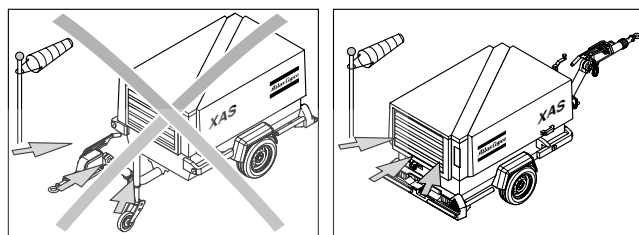

Fig. 3.4 Parte posterior del compresor contra el viento
Aplique el freno de estacionamiento tirando de la palanca del freno de estacionamiento (3) hacia arriba. Coloque el compresor lo más nivelado que sea posible: sin embargo, puede utilizarse temporalmente en una posición desnivelada que no supere los 15°. Si el compresor está aparcado sobre un terreno en pendiente, inmobilice el compresor colocando calzos en las ruedas (disponibles opcionalmente) delante o detrás de las mismas. Coloque el extremo posterior del compresor contra el viento (véase la Fig. 3.4) alejado de